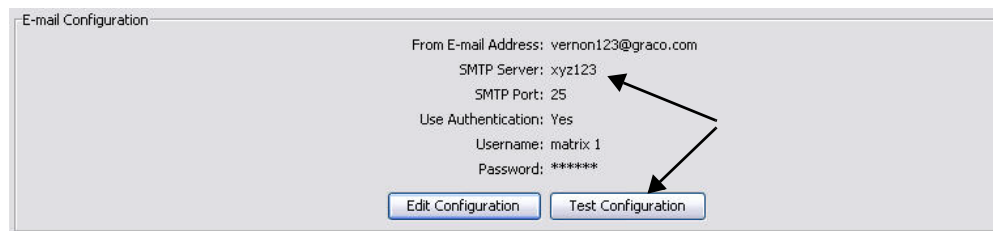

FIG. 138
1. Om na te gaan of de e-mailinformatie voor uitgaande berichten die u hebt ingesteld in het configuratiescherm voor e-mail correct is, klikt u op de knop Configuratie testen (FIG. 138).